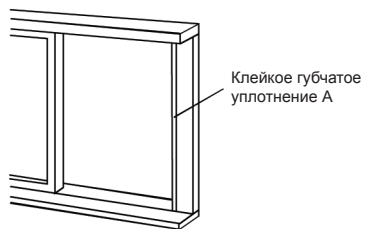

Рис. 14
1. Отрежьте губчатое уплотнение нужной длины и прикрепите его к оконной раме (см. рис. 14).